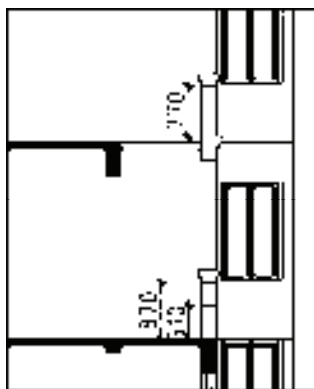

图 13-224 绘制结果
5) 重复上述操作，继续绘制栏杆图形，结果如图 13-224 所示。